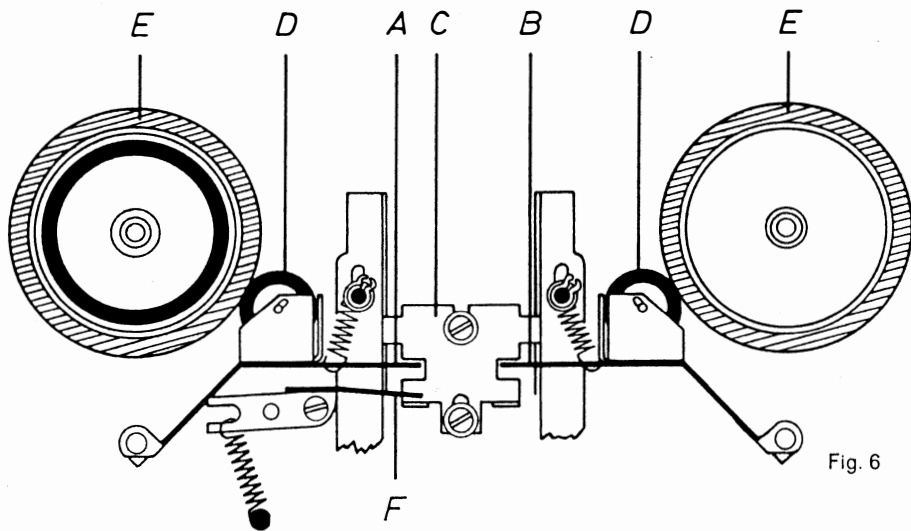

Fig. 6
2.22 Adjustment (see Fig. 6)
2.22 Réglage (voir fig. 6)
2.22 Ajuste (véase fig. 6)